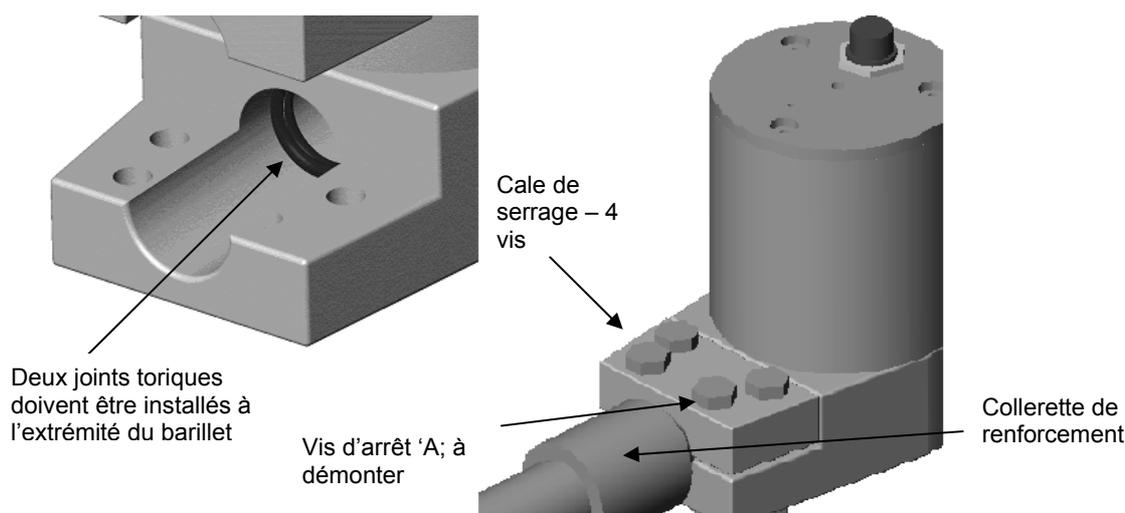

Figure 2 – Installation du bras de détection dans le corps du capteur
- Desserrer les 4 cales de serrage du bras sur le corps électronique et démonter les vis d'arrêt (A).
- Installer les deux joints toriques. Ceux-ci doivent être positionnés à l'intérieur des cales de serrage contre le rebord, comme le montre la Figure 2